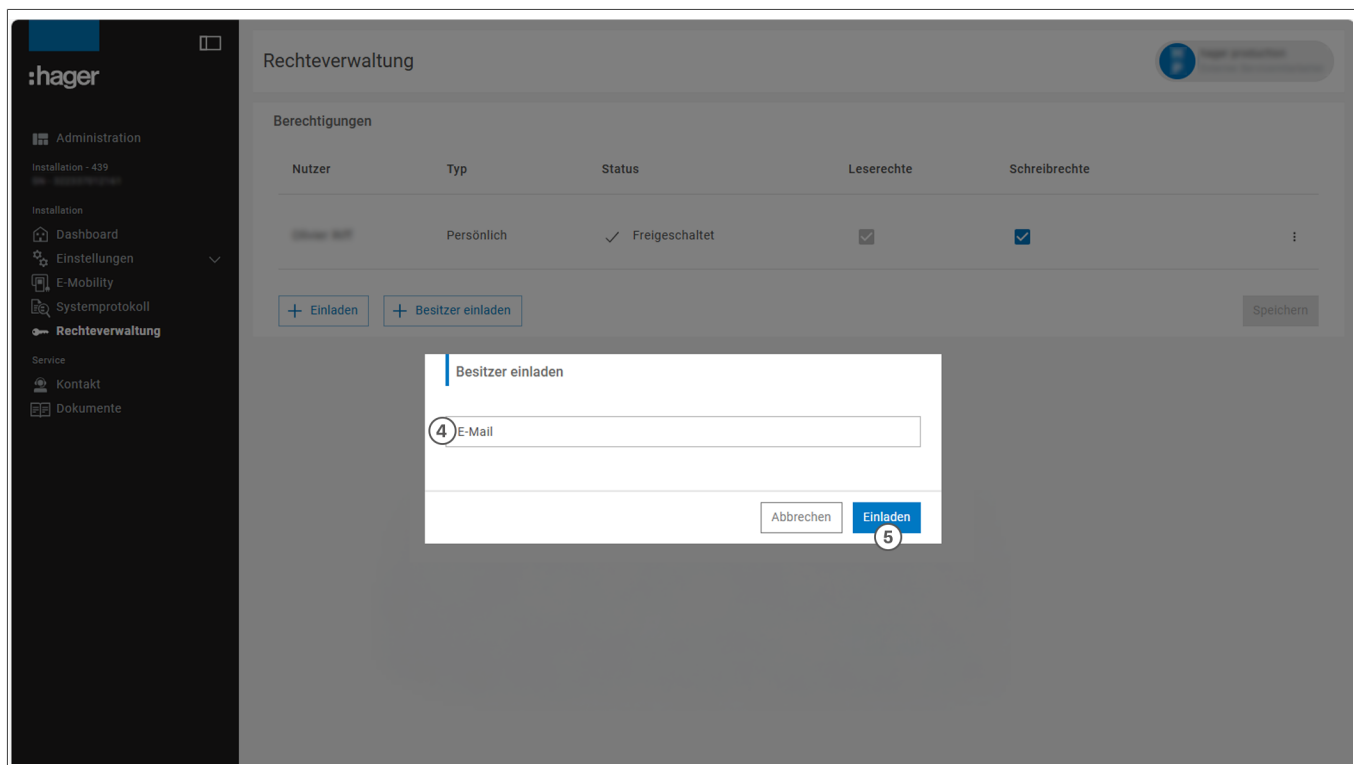

Bild 50: E-Mail des Besitzers (Kunden)
- ③ Die **E-Mail** des Besitzers (**Bild 50**) eingeben und mit **Einladen** absenden oder den Vorgang abbrechen.